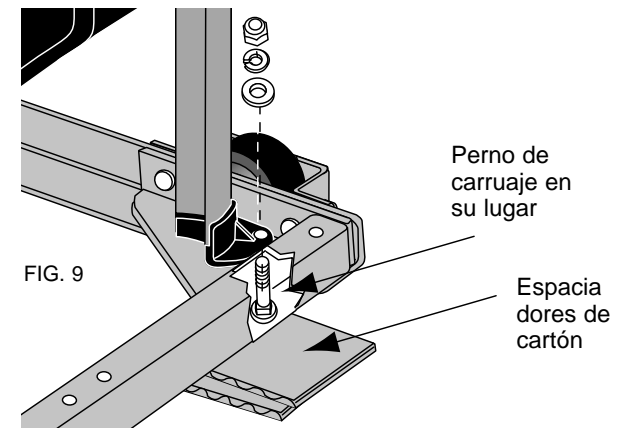

FIG. 9
PASO 10. Inserte los pernos y espaciadores bajo la base. (Fig. 9).
PASO 12. Fije la base a la sierra (Fig. 9).